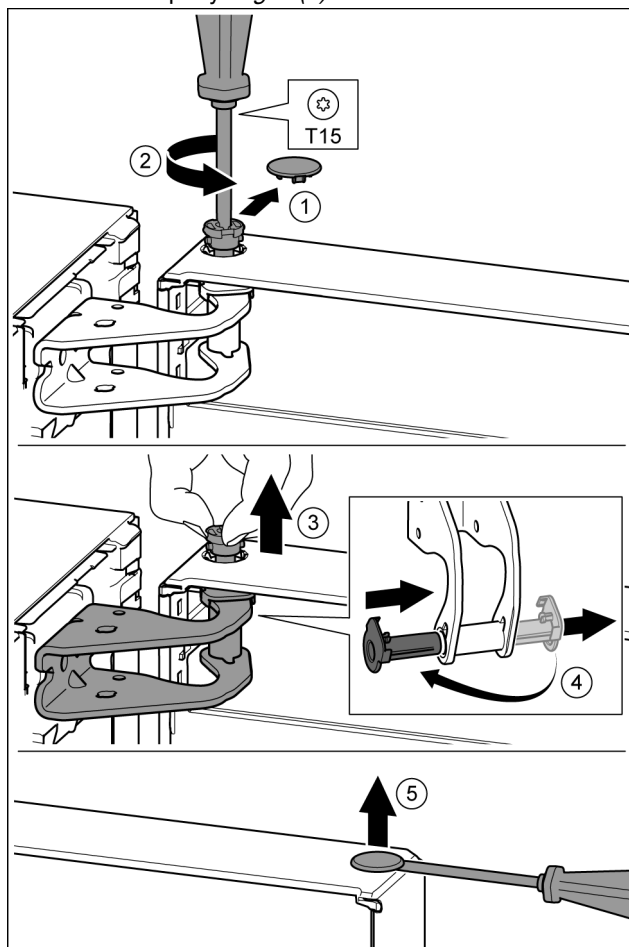

Fig. 9
- Осторожно снять предохранительную крышку. Fig. 9 (1)
- Немного выкрутить палец отвёрткой T15. Fig. 9 (2)
- Удерживать дверь и вытянуть палец рукой. Fig. 9 (3)
- Опорную втулку вывести из направляющей. Установить и зафиксировать с другой стороны. Fig. 9 (4)